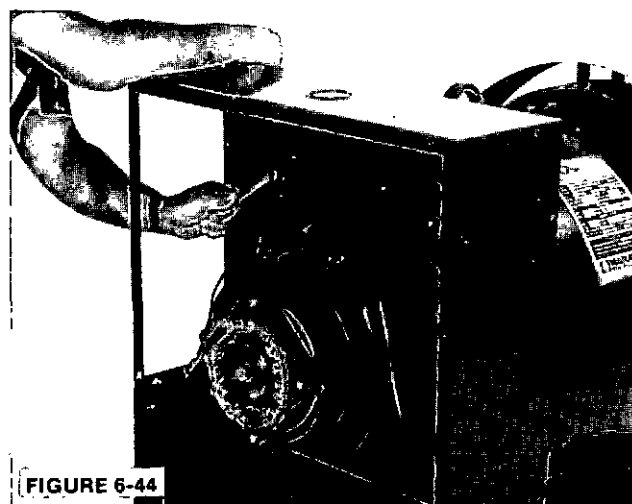

FIGURE 6-44
1. Monter la boîte à bornes au-dessus des fils du stator principal. La fixer avec des boulons et des rondelles ressort (figure 6-44).